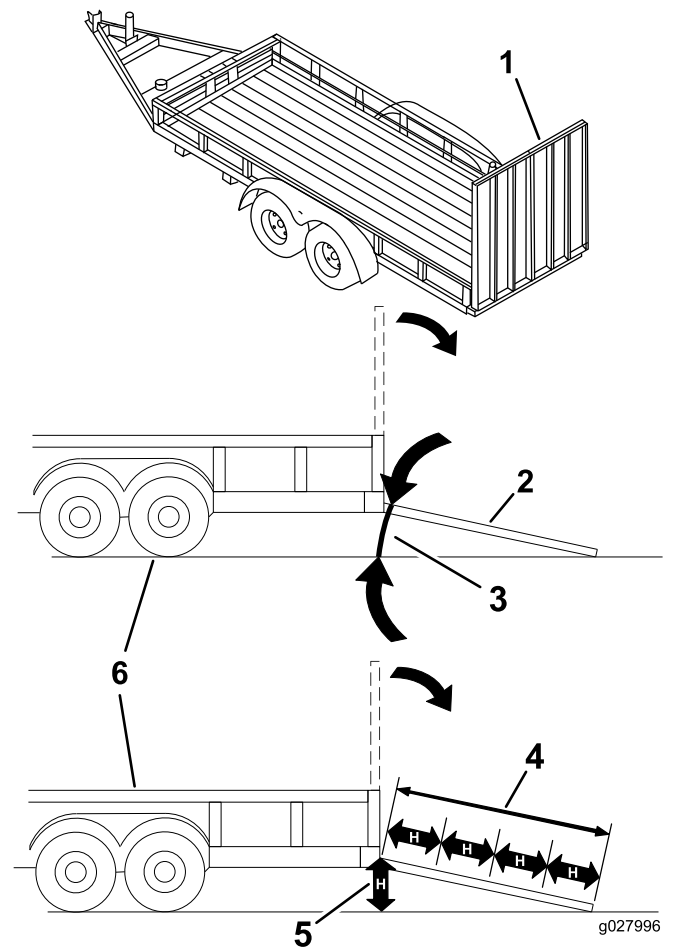

Figura 41
El cargar la máquina en un remolque o un camión aumenta la posibilidad de un vuelco y podría causar lesiones graves o la muerte (Figura 41).
3. Baje la rampa, asegurándose de que el ángulo entre la rampa y el suelo no supera los 15 grados (Figura 41).
1. Baje la rampa, asegurándose de que el ángulo entre la rampa y el suelo no supera los 15 grados (Figura 41).